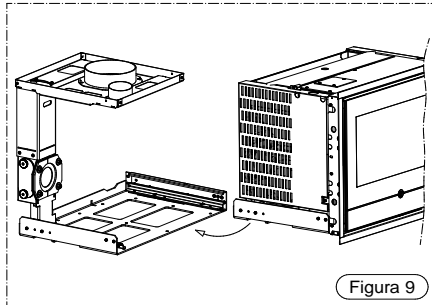

Figura 9
- Procedere a posizionare l'inserto sopra alla base mobile. (Figura 9).